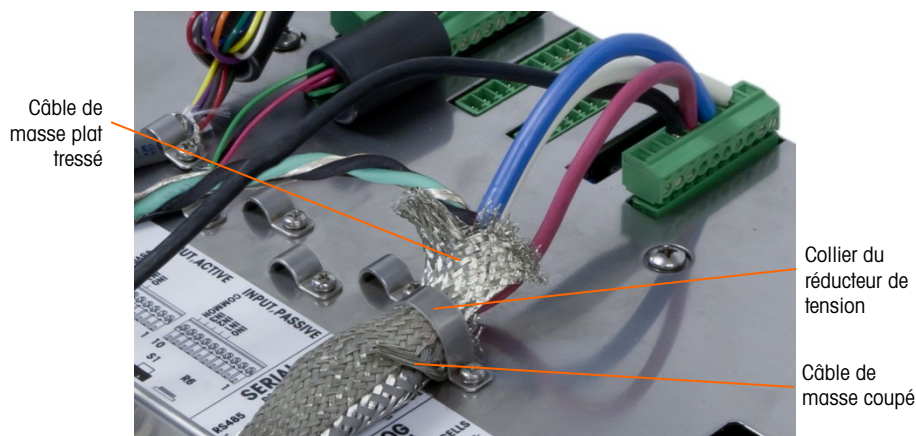

Figure A-68 : Terminaison de la tresse externe du circuit autonome PDX, enceinte de montage sur panneau
- b. Faites glisser vers l'avant la tresse extérieure afin de recouvrir la tresse et la feuille métallique internes. Tirez le câble de masse extérieure par-dessus la tresse extérieure et coupez-la à environ 25 mm (1 po). Placez la tresse de masse autour du câble du circuit autonome et du câble de masse avant de fixer l'ensemble sur le couvercle arrière du IND780 en utilisant le grand collier de serrage du réducteur de tension fourni avec l'unité (Figure A-68). L'autre extrémité de la tresse de masse plate sera fixée à la prise de terre.